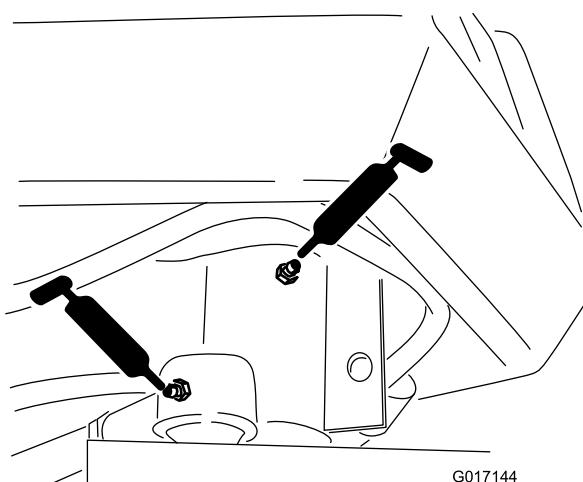

図 36
- ・ ステアリングフォークのシャフト：1か所（図 36）
- ・ ステアリングシリンダロッドの端部（図 36）